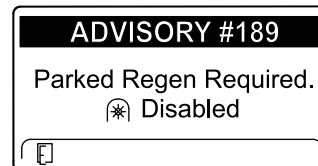

Figura 54
- Se não efetuar uma regeneração em estacionamento dentro de 2 horas, o InfoCenter indica que é necessária uma regeneração em estacionamento – tomada de força desativada AVISO N.º 189 (Figura 54).